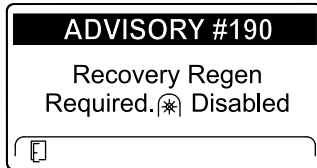

Figura 50
- AVISO N° 190 – Regeneración estacionaria necesaria – Toma de fuerza deshabilitada (Figura 50).